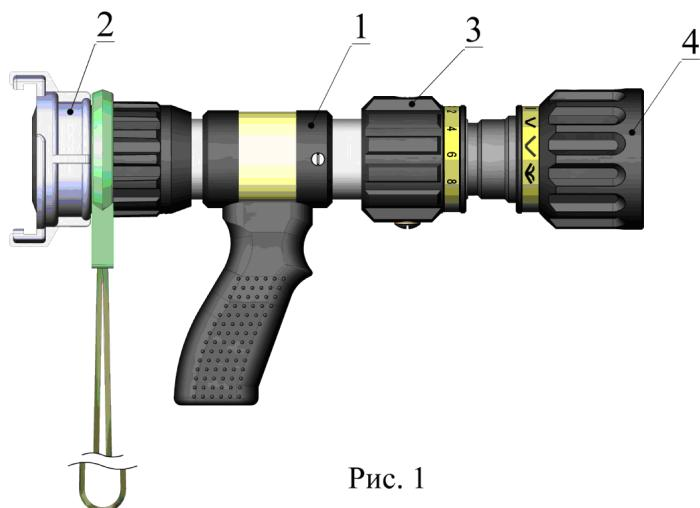

Рис. 1
Внешний вид ствола приведен на рис. 1. Ствол состоит из корпуса (1) с присоединительной головкой ГМ-50 (2), вареньера перекрывного устройства и управления расходом (3), головки изменения геометрии струи (4). Ствол выполнен из нержавеющей стали и термостойких высокопрочных пластмасс.